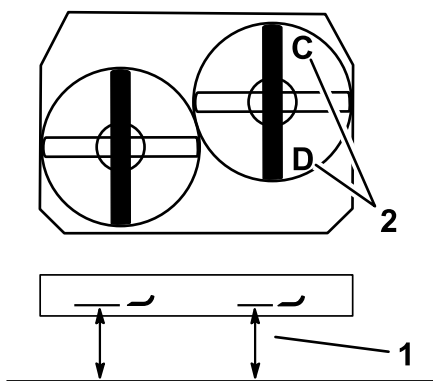

Рисунок 80
1. Расположите правый нож в продольном направлении (Рисунок 80).
2. Измерьте высоту правого ножа в точке **C** от горизонтальной поверхности до режущей кромки на конце ножа и запишите результат измерения (Рисунок 80).
3. Измерьте высоту правого ножа в точке **D** от горизонтальной поверхности до режущей кромки на конце ножа и запишите результат измерения (Рисунок 80).
Примечание: Нож газонокосилки должен быть на 6–10 мм ниже в точке **C**, чем в точке **D** (Рисунок 80). Если результат измерения неверный, перейдите к следующим пунктам.
2. Расположите правый нож в продольном направлении (Рисунок 80).